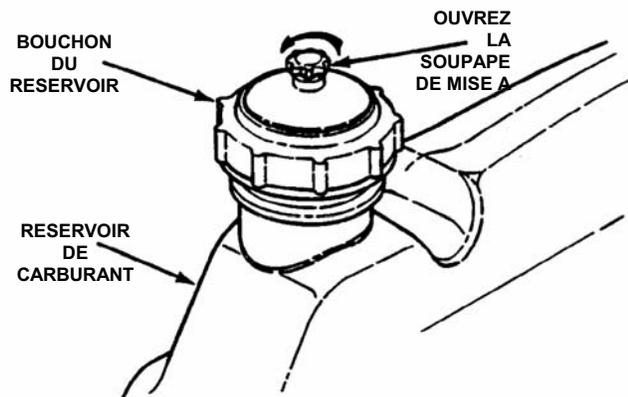

FIGURE 2.2
2.1.7. Après avoir poussé la tondeuse à l'extérieur (où les vapeurs pourront se dissiper), remplissez le réservoir de carburant. Assurez-vous, après le remplissage, que le bouchon du réservoir est bien serré et que la soupape de mise à l'air est ouverte. Référez-vous au manuel du moteur pour les spécifications du carburant. Voir la figure 2.2.
4. Ouvrez la soupape de mise à l'air qui se situe sur le bouchon du réservoir de carburant en le tournant dans le sens inverse des aiguilles d'une montre. **IMPORTANT :** Le moteur pourra caler si vous oubliez d'ouvrir la soupape de mise à l'air. Voir la figure 2.2.
4. Ouvrez la soupape de mise à l'air qui se situe sur le bouchon du réservoir de carburant en le tournant dans le sens inverse des aiguilles d'une montre. NOTE : Le moteur pourra caler si vous oubliez d'ouvrir la soupape de mise à l'air. Voir la figure 2.2.